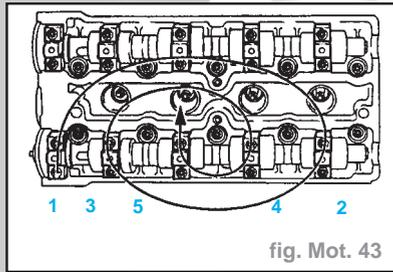

fig. Mot. 43
- Dévisser les chapeaux de palier d'arbre à cames en décrivant une spirale allant de l'extérieur vers l'intérieur (fig. Mot. 43). Desserrer les vis à chaque fois de **1/2 à 1** tour.